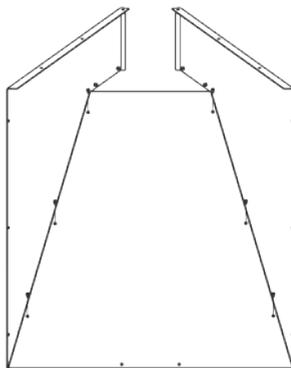

Рис. 7
6. К стенке передней прикрепите стенки боковые при помощи винтов М4х12, как показано на (Рис. 7).